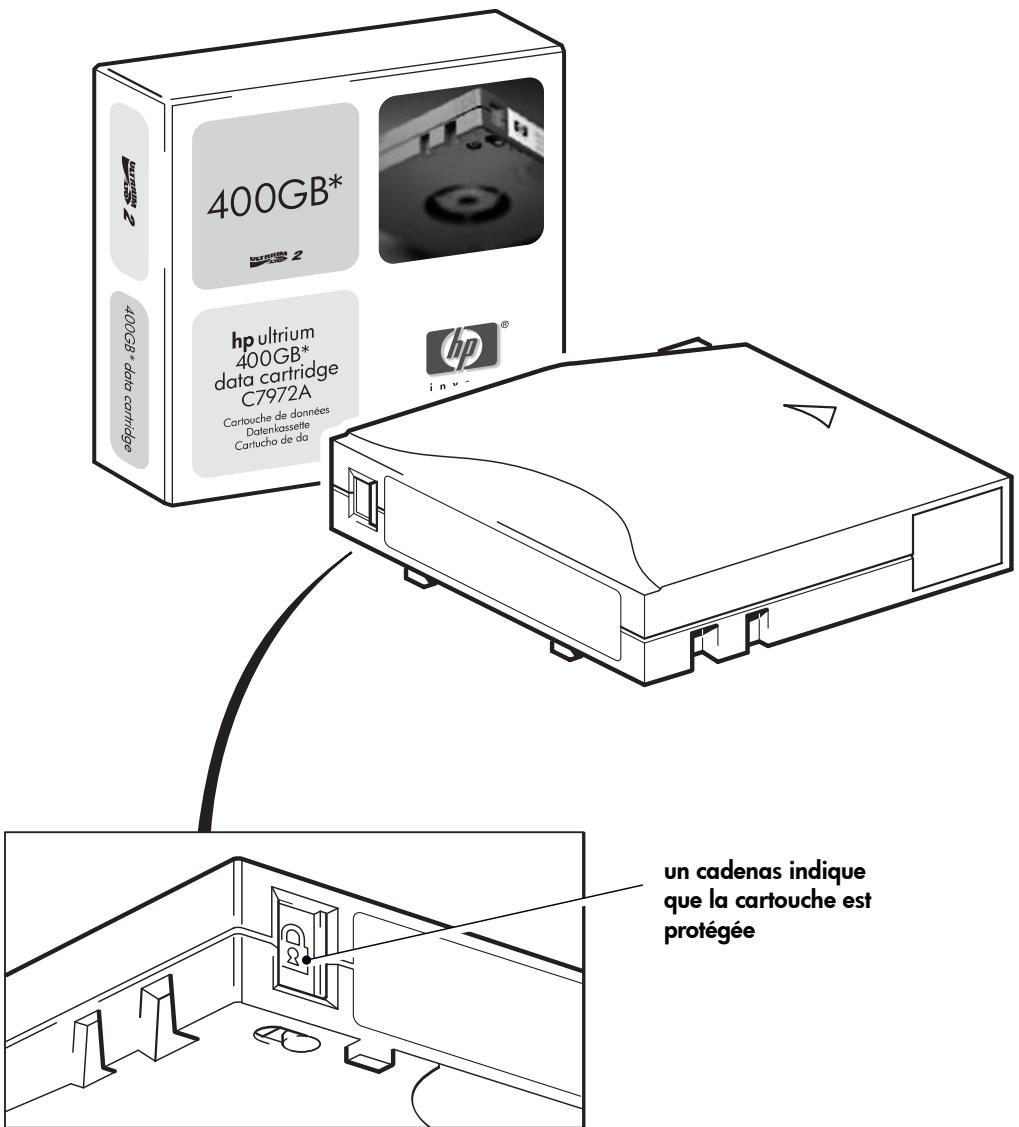

Figure 8 : protection des cartouches en écriture
- Pour pouvoir écrire sur une cartouche, faites glisser la languette vers l'arrière de sorte que l'ouverture soit découverte avant de la charger dans le lecteur. L'emplacement de la languette de protection est indiqué à la Figure 8.